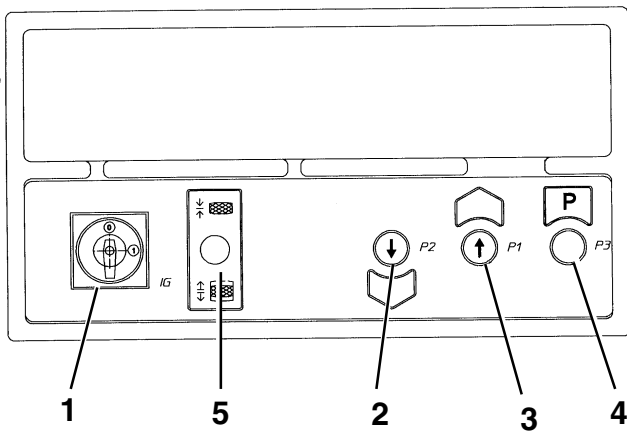

Fig. 37
5.5.2 RAV635-640-650-660 .2-.3-.3.46-.5 (I)
Salita - (Rif. Fig. 37) Interruttore generale (1) in posizione 1. Premere il pulsante di salita (3) fino al raggiungimento dell'altezza voluta.
Up - (Ref Fig. 37) Main switch (1) in position 1.
Heben. (Zu Abb. 37). Hauptschalter (1) in Schaltstellung "1" setzen. Die Taste "Heben" (3) drücken, bis die gewünschte Höhe erreicht wird.
Montée. (Réf. Fig. 37) - Interrupteur principal (1) sur la position 1. Appuyer sur le bouton-poussoir de montée (3), jusqu'à obtention de la hauteur souhaitée.
Subida. (Ref. Fig. 37) Interruptor general (1) en posición 1.